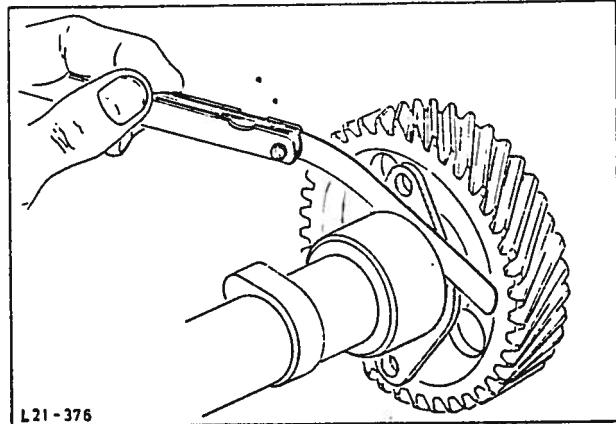

Fig. 67 Måling av festeplatens klarinng.
40. Varm opp kamakseldrevet til 250°C på en varmeplate, skyv festeplaten inn på kamakselen og sett inn platefjæren. Press kamakseldrevet (med det slitte navet vendt mot akselen) inn på akselen ved bruk av en presse slik at det oppnås en klarinng på 0,05 - 0,15 mm (0,002 - 0,006") mellom anlegget og festeplaten, fig. 67. Påfør olje på kamakselen og sett den inn. Trekk til festeplaten med riktig moment.